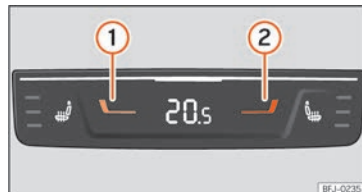

Fig. 149 Na parte traseira da consola central: comandos para a temperatura do Climatronic dos lugares traseiros.
- Pressione os botões ① (azul-frio) e ② (vermelho-quente) » Fig. 149 para ajustar a temperatura.